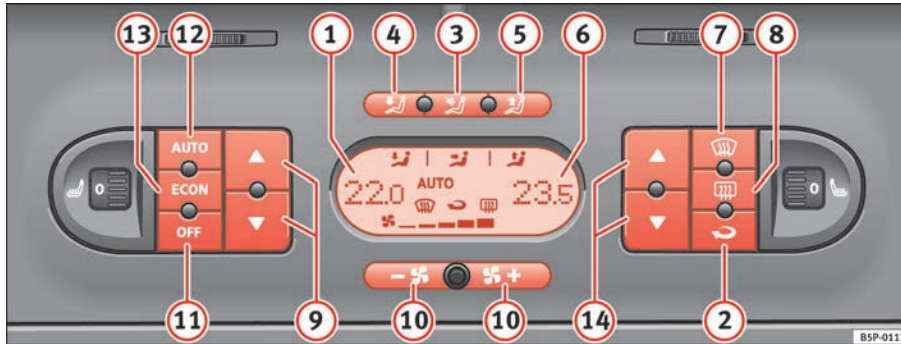

Abb. 131 In der Instrumententafel: Bedienelemente 2C-Climatronic
- Drücken Sie eine der Tasten ⇒ Seite 161, Abb. 131 ③ bis ⑤, die Taste **ECON** oder drücken Sie die Gebläsetasten ⑩. Am Display erlischt das Symbol **AUTO**.
- Drücken Sie die Taste  ⇒ Seite 161, Abb. 131 ②, um den Umluftbetrieb ein- oder auszuschalten. Bei eingeschaltetem Umluftbetrieb erscheint am Display das Symbol .